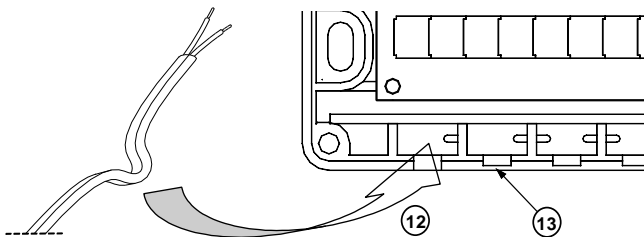

Fig. 3: Kabelgenomföringarna
På de övriga kabelgenomföringar som skall användas på enheten skall man först, med ett verktyg, ta bort den lilla plasttungan (13) i fig. 3, på samma sätt som redan har gjorts för spänningsmatningen.
Alla kablar som anslutes till enheten skall böjas på det sätt som visas i fig. 3 för att sedan placeras i dragavlastningen (12) i plasthöljet, detta för att locket sedan korrekt skall hålla kabeln fast i dragavlastningen.